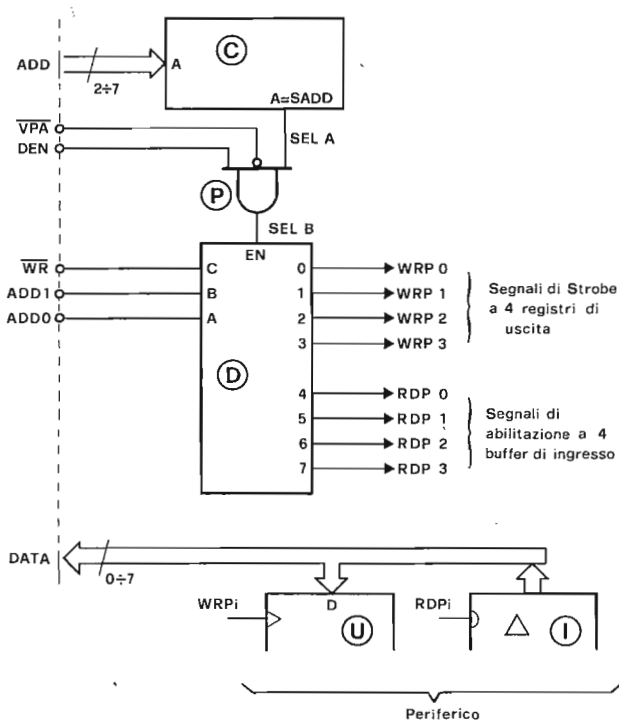

Fig. I.4 - Schema a blocchi di una scheda di interfaccia con un periferico. Di quest'ultimo è indicata solo la parte direttamente con il bus dati.
- 1) Le interfacce complesse comprendono più registri ed hanno in genere circuiti interni di selezione. Questi assorbono in parte le funzioni del decoder  $\textcircled{D}$  e della Logica  $\textcircled{P}$  di fig. I.4.
Nel secondo caso (fig. I.7b), oltre al segnale di abilitazione sono presenti i due segnali RD e WR, analoghi a RDPi e WRPi di fig. I.4, che attivano rispettivamente operazioni di lettura e di scrittura sui registri interni selezionati con le linee di indirizzo.
Come unica differenza rispetto alla fig. I.4, si noti che ora la selezione è validata dal solo segnale VMA (anzichè dall'AND di VPA e DEN), e che DEN è usato esclusivamente dalla logica di comando della scrittura e per abilitare il buffer dati. Questo permette di anticipare la selezione della cella di memoria e quindi aumenta il tempo di ciclo effettivamente disponibile per il circuito integrato di memoria.